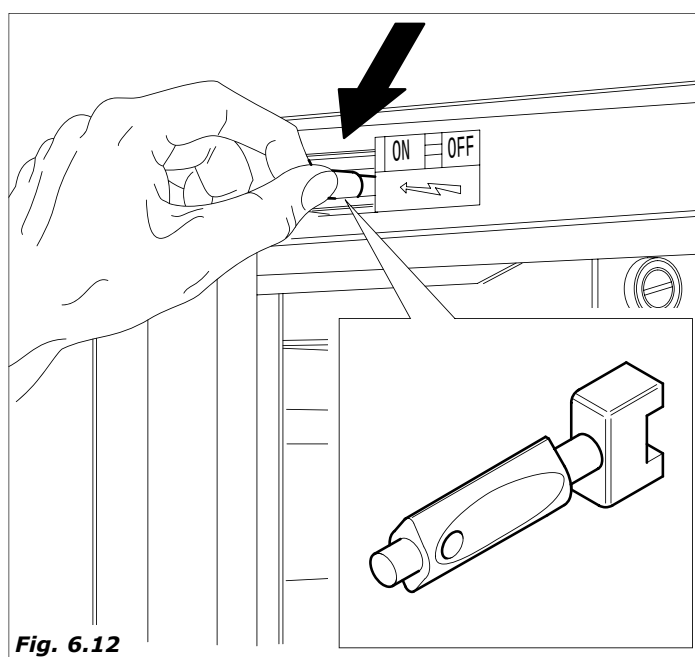

Fig. 6.12
- Para los casos en que es necesario trabajar con la puerta abierta y la máquina conectada, es posible, para el técnico instalador, trabajar de esta forma, introduciendo y girando 90° la llave especial de plástico (reactivación de tipo Clixon) en el interruptor de puerta del distribuidor automático (Fig.6.12).
- introducir la llave en el interruptor de puerta (Fig.6.12)